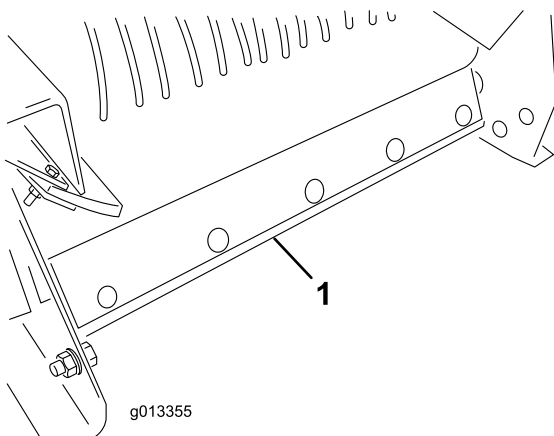

Figura 61
- Desmonte el conjunto del rascador de limpieza de la cinta de la parte trasera de la máquina (Figura 61).